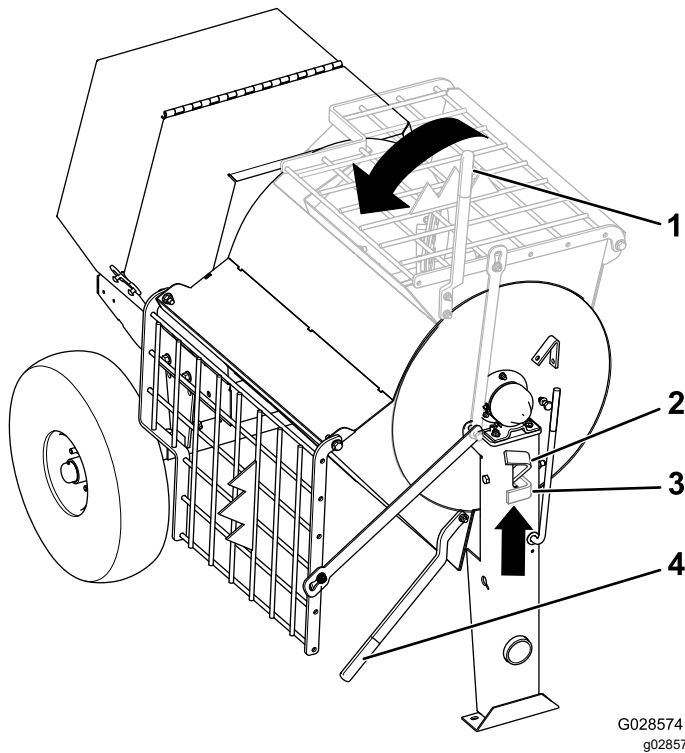

Figure 31
- Saisissez la poignée de vidage de la main gauche (Figure 31).
- Levez la poignée du verrou de la cuve (Figure 31).
- Placez les deux mains sur la poignée de vidage et tournez-la dans le sens antihoraire pour décharger le contenu de la cuve (Figure 31).
- Tournez la poignée de vidage **dans le sens horaire** jusqu'à ce que le verrou de la cuve bloque celle-ci en position redressée (Figure 31).